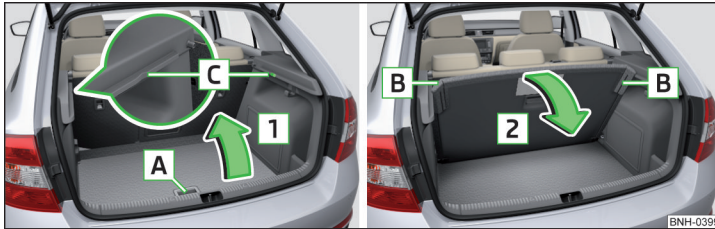

Abb. 95 Variablen Ladeboden hochklappen / herunterklappen
- Den variablen Ladeboden am Griff **A** » Abb. 95 fassen.
- Den variablen Ladeboden in der Mitte oder am Griff **A** » Abb. 95 fassen.